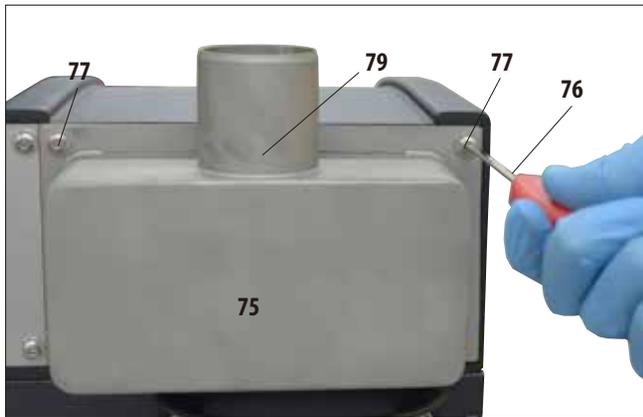
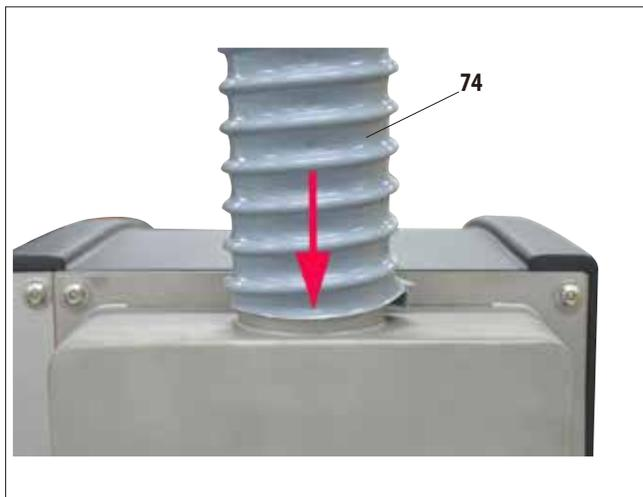

Fig. 23
Fig. 24
- À présent, placer le tuyau d'expulsion d'air (74) avec une extrémité sur le tube orienté vers le haut (79, fig. 23) du flasque et l'insérer vers le bas jusqu'à la butée (fig. 24).